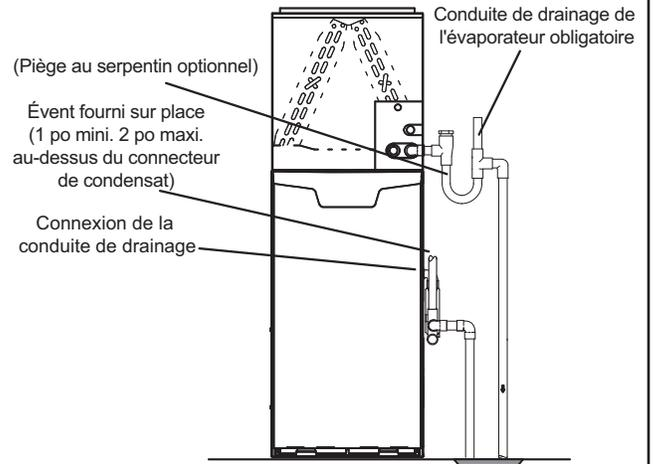

FIGURE 50
- 5 - La FIGURE 50 et la FIGURE 51 montrent l'appareil et le serpentin d'évaporateur utilisant un drain séparé. Si nécessaire la conduite de condensat de l'appareil et celle du serpentin d'évaporateur peuvent s'écouler ensemble. Voir la FIGURE 49, la FIGURE 52 (circulation ascendante) et la FIGURE 53.